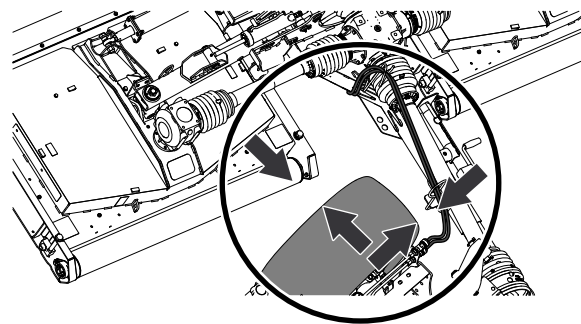

Figura 37
3. Durante la svolta, controllate che vi sia spazio tra lo pneumatico del veicolo di traino e i componenti del tosaerba (Figura 37).